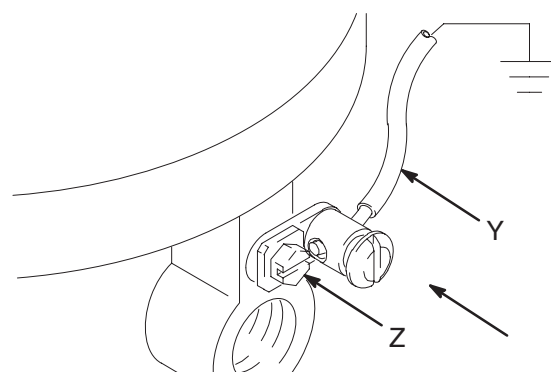

Fig. 2
*Modell nr. 206078:* Skruva bort jordskruven (Z) och trä den genom ögla i änden av jordledningen (Y). Skruva fast jordledningen på pumpen och dra åt ordentligt. Koppla andra änden av jordledningen till en god jordpunkt. Se Fig. 2. *Beställ jordledning och klämma, artikelnr. 222011.*